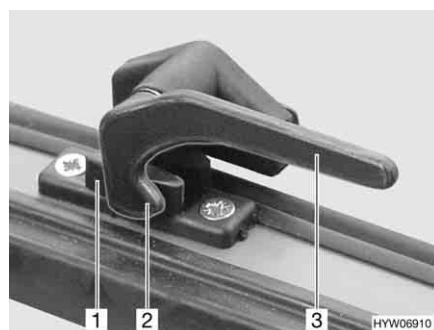

Fig. 12 Leva di serraggio in posizione "Chiuso"
- Ruotare la leva di serraggio (Fig. 12,3) di un quarto di giro verso il centro della finestra.
■ Ruotare la leva di serraggio (Fig. 12,3) di un quarto di giro verso il telaio della finestra. Il nasello di chiusura (Fig. 12,2) si trova sul lato interno della chiusura della finestra (Fig. 12,1).
- In posizione "Completamente chiusa" (Fig. 12).